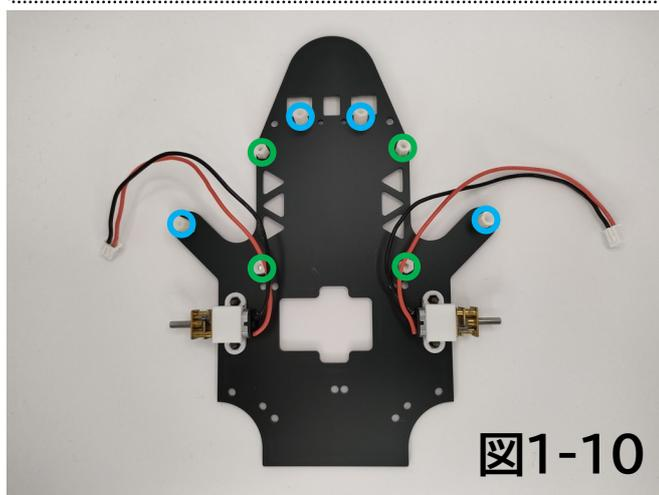
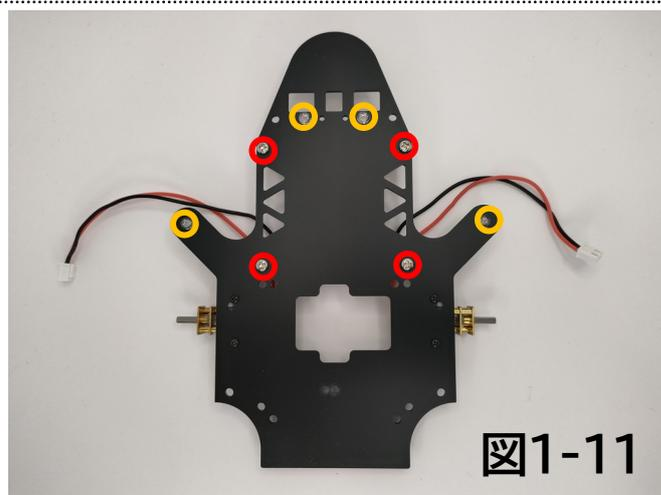

図1-10
図1-11
2. センサ類の準備が終わったらメインシャーシにセンサ類を固定するため図1-10の青い丸にパーツNo.19「高14mmスペーサー」、緑の丸にパーツNo.20「高さ8mmスペーサー」を取り付けます。取付方法はシャーシを裏返して赤い丸にパーツNo.17「金属なベネジ」、オレンジの丸にNo.18「樹脂なベネジ」を取り付けます。(図1-11)